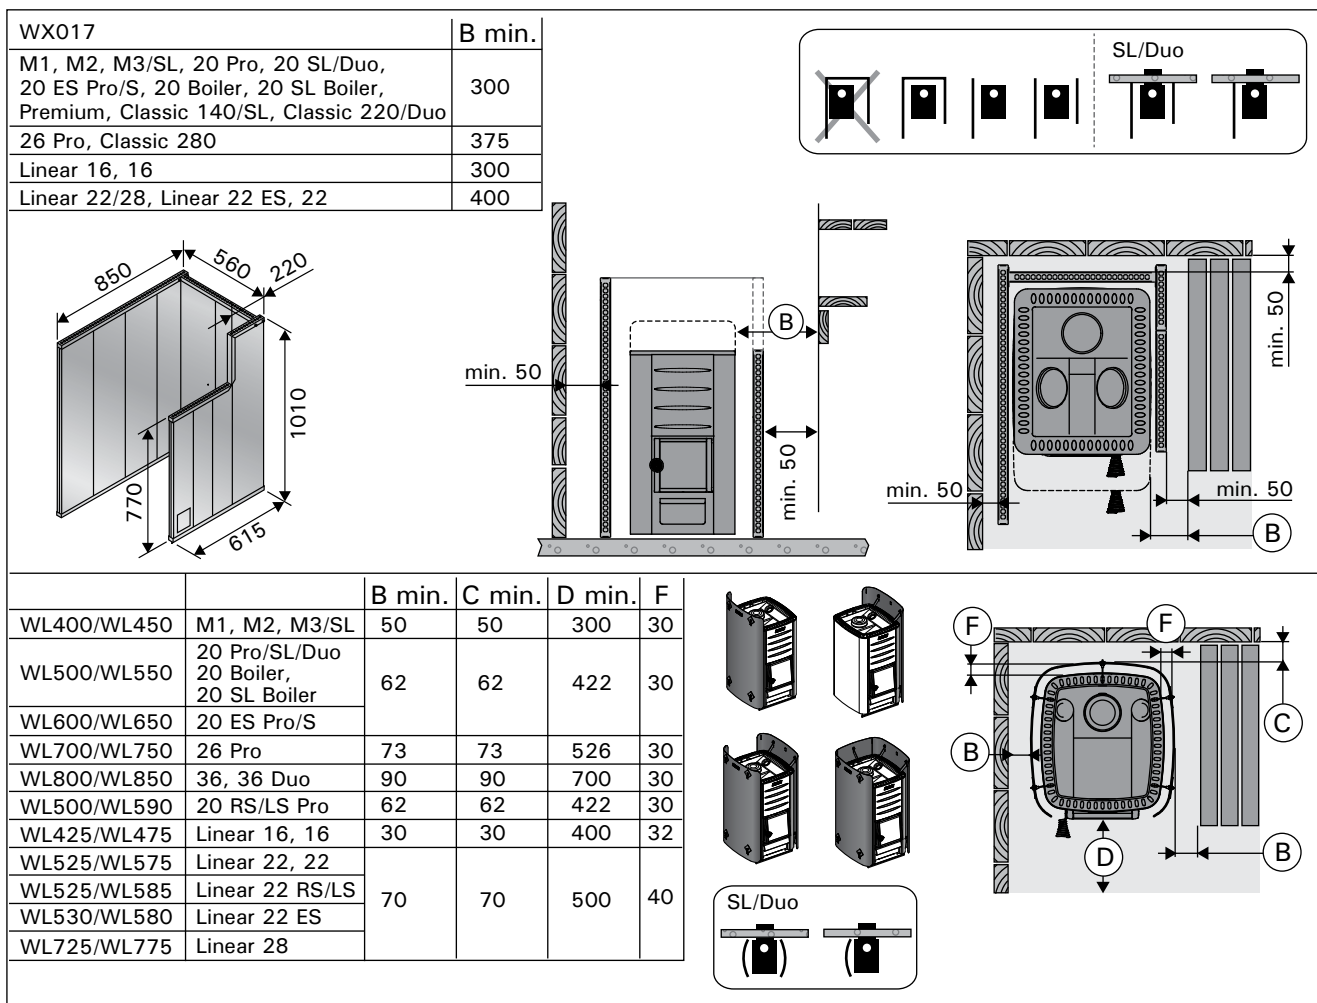

Рисунок 8. Безопасные расстояния с защитными ограждениями (все размеры приведены в миллиметрах)
- D. Защитное ограждение Harvia WX017.** Рисунок 8.
- E. Защитная обшивка WL400-WL775.** Рисунок 8.